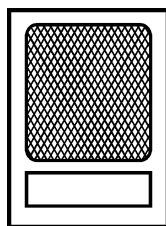

Рис.2. Воздушный фильтр
- Найдите фильтр или фильтры (рис.2). Фильтр находится под лицевой панелью.